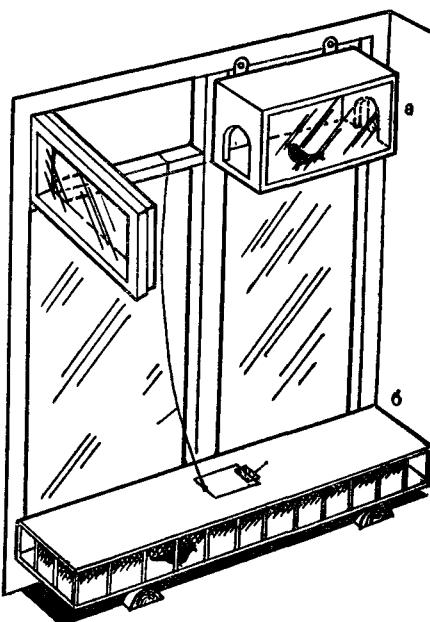

Рис. 212. Кормушка для птиц на окне:
**Кормушка для птиц на окне.** Кормушку (рис. 212, а) делают из остроганных досок толщиной 15—20 мм. Соединения на гвоздях или ящичные. Крепится кормушка на петлях к оконной коробке. Кормушку можно окрасить масляной краской или оставить натуральный цвет древесины. В последнем случае кормушку следует проолифить.
Конструкция кормушки иного типа показана на рис. 212, б. Дверца открывается с помощью веревочки. В обратное положение дверца возвращается пружинкой, приделанной сизу. Корм засыпают через